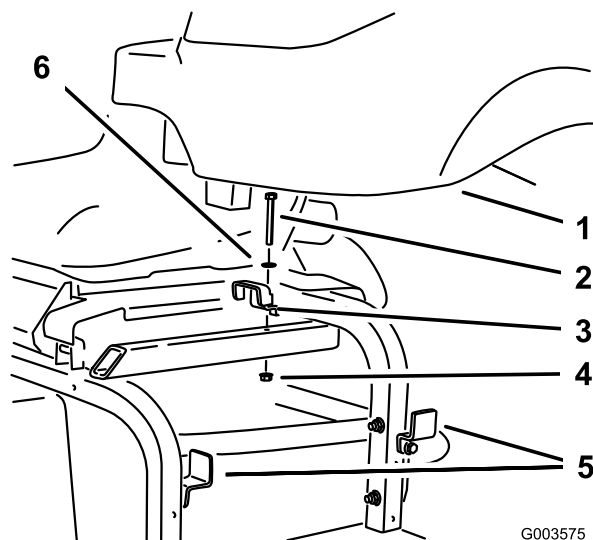

Figura 7
7. Rimuovete la staffa superiore del serbatoio idraulico dal telaio della macchina e allentate le due staffe sul lato del telaio (Figura 7). Rimuovete e conservate il serbatoio, e scartate la staffa superiore, il bullone, la rondella e il dado.